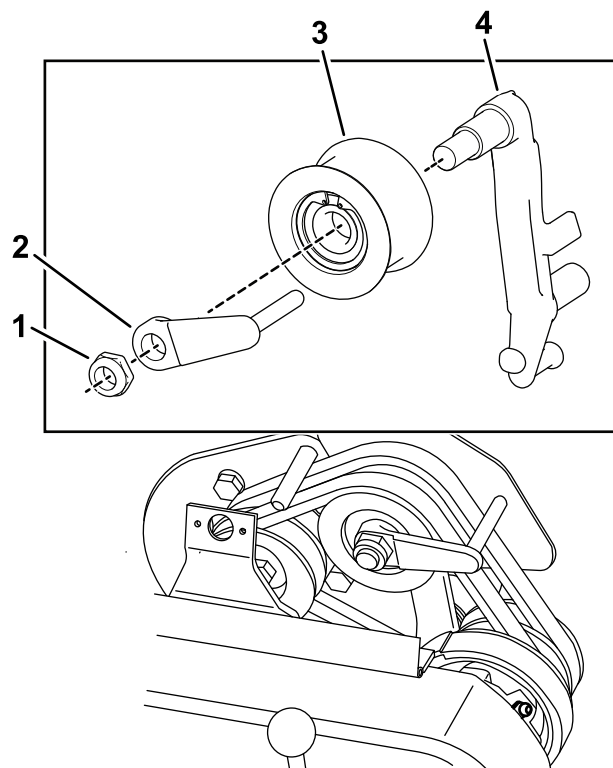

図 42
8. エンジンを使わずに、楽に機体を押したり引いたりすることができるように、ベルトガイド 図 42 挿入図を以下のように調整しておきます